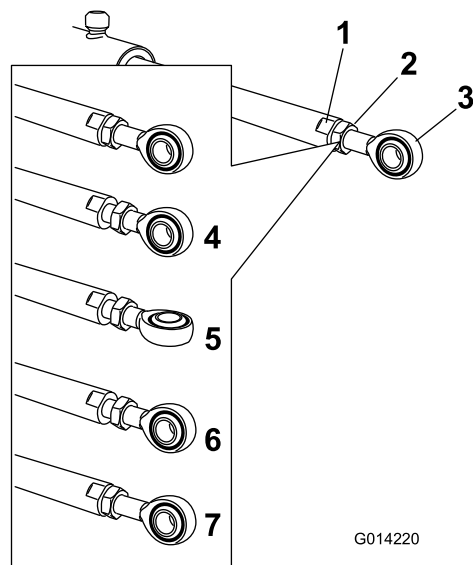

Рисунок 35
5. С помощью ключа, накинутаго на плоские грани штока привода, удерживайте его неподвижно, затем ослабьте контргайку, чтобы можно было перемещать шток с проушиной (Рисунок 35).
6. Поверните шток с проушиной в штоке привода, чтобы сократить или удлинить привод для установки в требуемое положение (Рисунок 35).